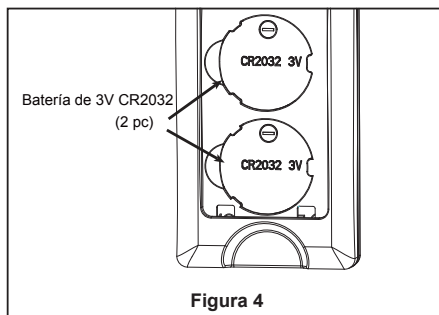

Figura 4
4. Para que el ventilador sea funcional, instale las pila (incluidas) de 3V en el transmisor del mando a distancia. Mientras el ventilador esté apagado. A continuación, siga el proceso de fijación remota de código. Si no se utiliza el ventilador durante un largo periodo de tiempo, extraiga la batería para evitar cualquier daño al transmisor. Almacene el mando a distancia en un lugar alejado del calor o la humedad excesiva. (Figura 4)